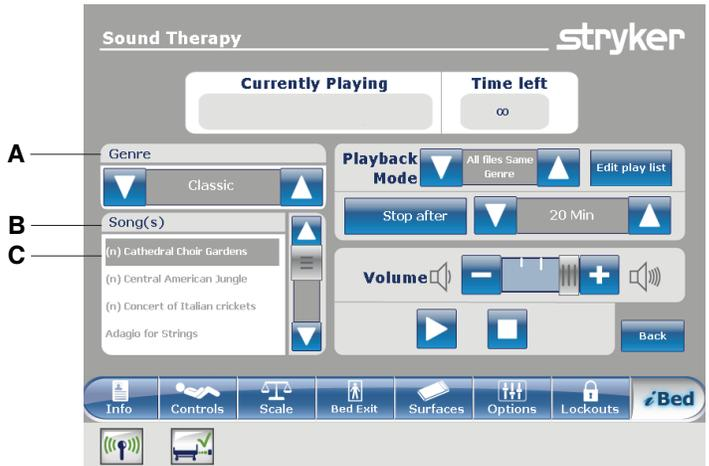

Figure 107 – Thérapie sonore
2. Toucher les flèches haut/bas pour sélectionner un genre (A) (Figure 107).
3. Toucher les flèches haut/bas pour faire défiler les morceaux de musique disponibles dans la zone **Song(s)** (Musiques) (B).
Toucher **Edit play list** (Modifier la liste de lecture) (Figure 107).